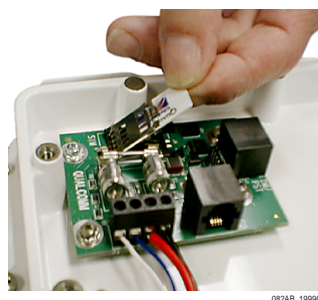

Figura 12. Introduza o SM
Caso isso ainda não tenha sido feito na fábrica, introduza e encaixe a placa do módulo de segurança (SM) no soquete fornecido. Consulte a Figura 10, a Figura 11 e a Figura 12 para determinar o posicionamento.